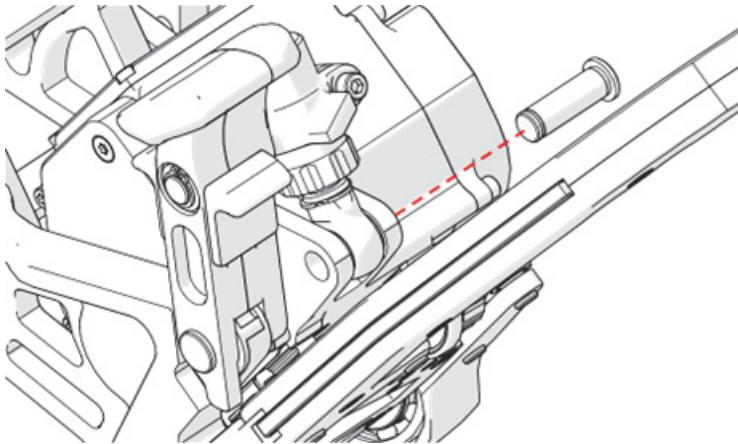

图2-26 取下销钉
5. 拆下将轮子张紧气缸固定到托架上的销钉（参见第101页的图2-26）。